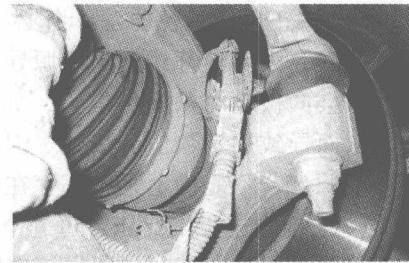

图 1-4 右前轮轮速传感器
(5) 首先断开右前轮轮速传感器的线束插头，检查 A、B 对应的针脚有无进水、锈蚀及虚接现象。进一步检查右前轮轮速传感器（图 1-4）发现，该轮速传感器是集成在凸缘上的，无法查看传感器的靶轮或感应线圈是否存在故障，只能使用新配件或测量传感器感应线圈的电阻值来确定传感器自身是否存在故障。于是用万用表测量了传感器的电阻，测量结果为 1200Ω ，在正常值 $800 \sim 1600\Omega$ 的范围内；用手转动车轮测量传感器两端的交流电压为 $150mV$ ，由于转速较低，这个数值也为正常值。通过上面两个步骤的检查，可以证明轮速传感器本身不存在故障。